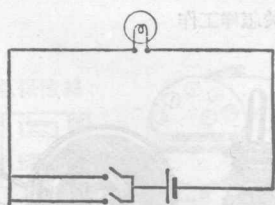
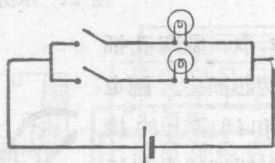

图 18 每一个开关都能点亮电珠
图 19 每个开关各管一个电珠
4. 再按图 18 和 19 两张线路图接成电路。图 18 的电路中，任何一个开关都可以点亮这个电珠。图 19 的电路中，每个开关各管一个电珠。